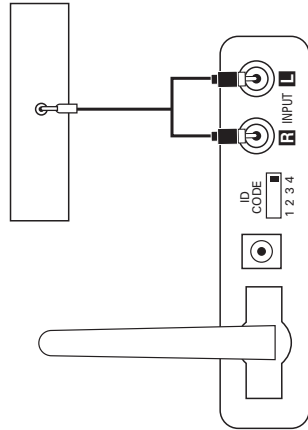

Figura 5.
Passo 1. Ligue o cabo RCA/minijaque de 3,5 mm (incluído) à saída de pré-amplificação, de linha ou de auscultadores do leitor de áudio portátil e às entradas do módulo transmissor **2**, como se mostra na Figura 5.